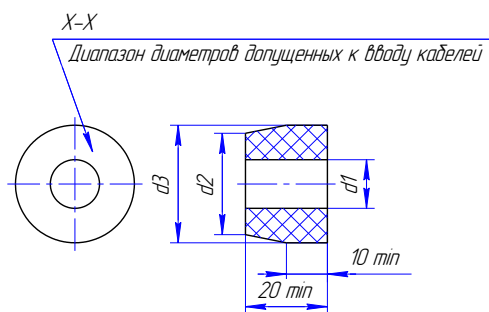

Рисунок 4. Чертеж средств взрывозащиты (продолжение). Кабельный ввод.
- кабельные вводы (см. рисунок 4) выполнены в соответствии с требованиями ГОСТ 31610.0, ГОСТ ИЕС 60079-1. Клапан должен применяться с кабельными вводами завода изготовителя или с другими кабельными вводами, которые обеспечивают защиту вида взрывонепроницаемая оболочка "d" уровень взрывозащиты 1, подгруппу IIC и степень защиты оболочки не ниже IP66. Кабельные вводы должны иметь температурный диапазон от минус 50 до плюс 60°С для обычного исполнения привода и от минус 60 до плюс 60°С для привода исполнения ХЛ;
1 - Модуль СФУ, 2 - Стакан (Сталь 09Г2С ГОСТ 19281-89/Сталь 20ГЛ ГОСТ 977-88), 3 - Кабельный ввод (варианты см. рисунок 4), 4 - Катушка (АГ-4В, провод ПЭТВ-2), 5 - Фланец (09Г2С ГОСТ 19281-89), 6 - Крышка (Сплав АМг6 ГОСТ 4784-97), 7 - Болт М6-6дх16.58.019 ГОСТ 7805-70, 8 - Болт М6-6дх25.58.019 ГОСТ 7805-70, 9 - Шайба 6 65Г.019 ГОСТ 6402-70, 10, 11, 12, 13 - Кольцо уплотнительное (РС-26Ч ТУ 2539-021-46521402-